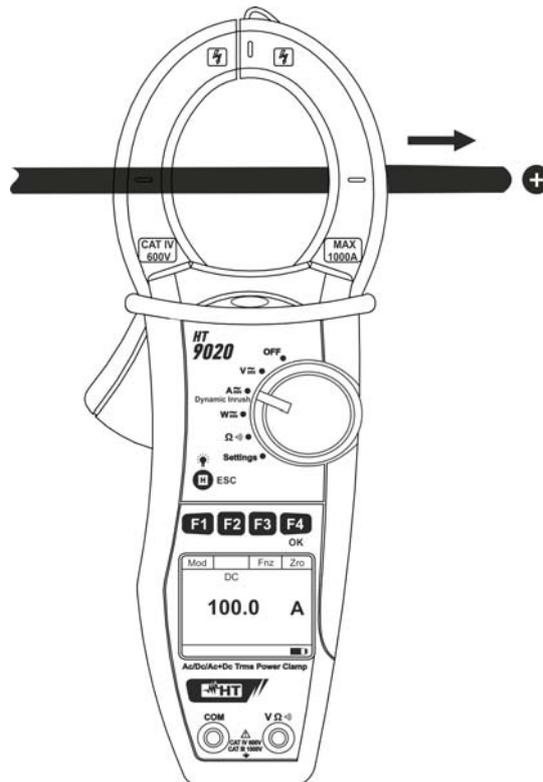

Fig. 9 : Mesure de Courant DC
5. Insérer le câble au centre des pinces afin d'obtenir des mesures précises (voir Fig. 9). Utiliser les marques en guise de référence (voir Fig. 2)